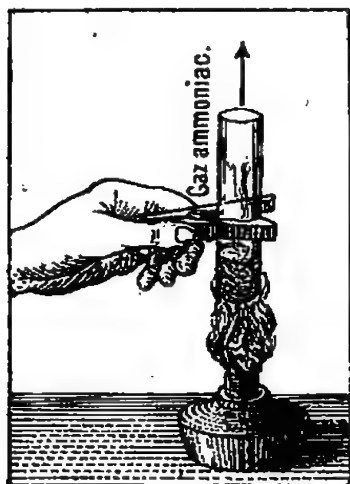

Fig. 89. — Le gaz ammoniac se dégage du purin.
**8. Ammoniaque.** — Si dans un tube de verre on chauffe un mélange de *chaux* et de *purin* (fig. 89), il se dégage un gaz incolore qui pique les yeux et provoque les larmes, le **gaz ammoniac**. — C'est un composé d'*azote* et d'*hydrogène*. Il s'en produit chaque fois que des matières organiques contenant de l'*azote* entrent en *putréfaction*; ainsi le purin, le fumier, etc., laissent dégager du gaz ammoniac.